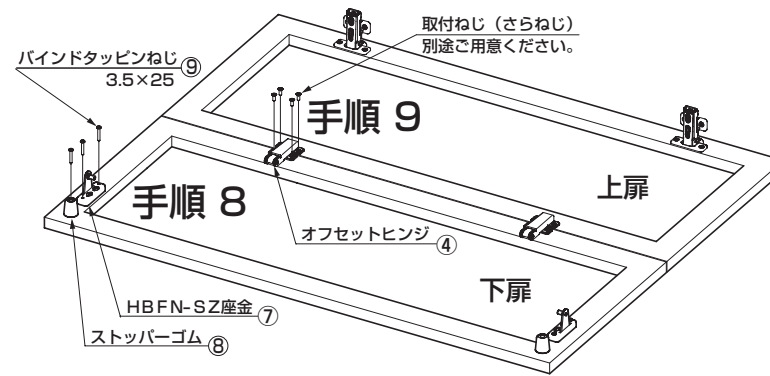

図8. HBFN-SZ 座金・オフセットヒンジ取付図
手順8 HBFN-SZ 座金⑦とストッパーゴム⑧を下扉裏面の規定の位置に、バインドタッピンねじ 3.5 × 25 ⑨で、左用、右用ともに確実に固定します。(図8.)
手順9 上扉と下扉をオフセットヒンジ④でつなぎ合わせます。オフセットヒンジ④は回転中心が下扉側になるように規定位置に取り付けます。(図8.)